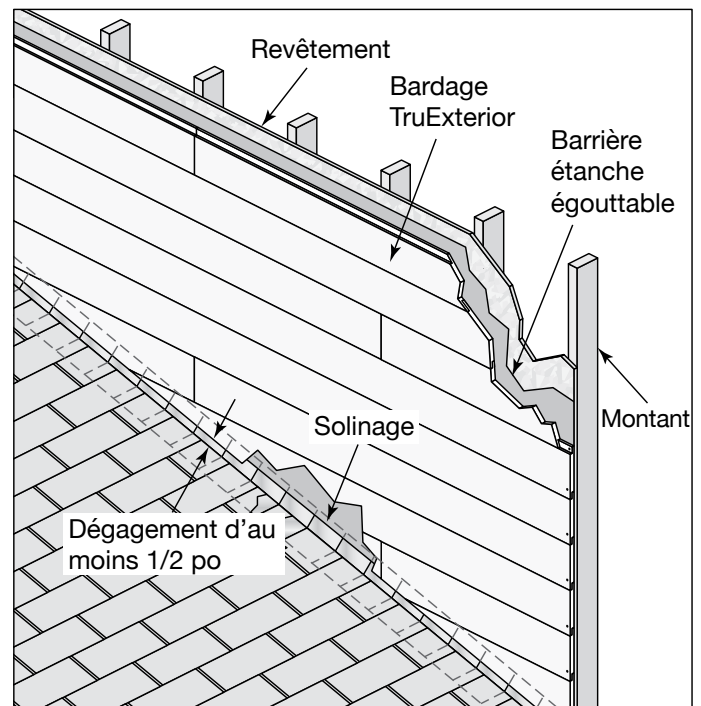

Fig. 3
- Installez toujours une barrière étanche égouttable conformément aux exigences du code du bâtiment local (Fig. 3).
- Préparez votre solinage à gradins le long du toit et des lignes de mur à l'aide de votre barrière étanche, de votre ruban à solinage ou solinage Z comme contre-solin (Fig. 3).
- Laissez un dégagement d'au moins 1/2 po entre le bardage et la ligne du toit pour aider à empêcher l'accumulation de débris (Fig. 3).